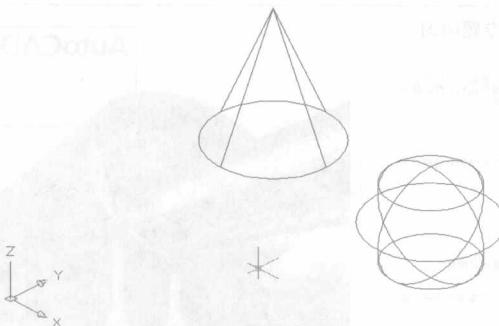

图1-3 改变观察方向
5. 改变观察方向。单击【视图】工具栏上的图标按钮，结果如图 1-3 所示。